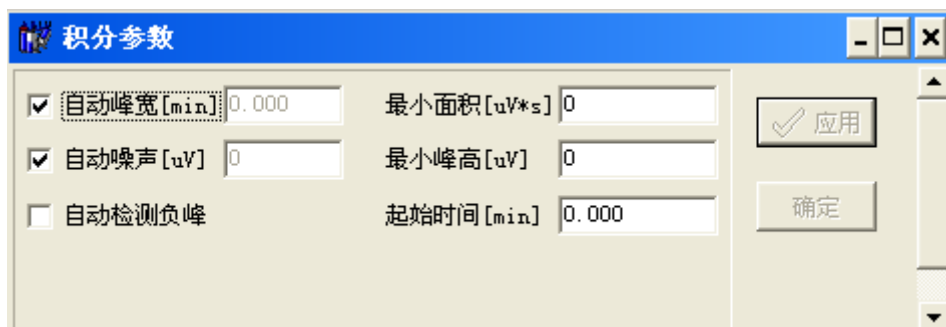

图 3-61
2. “积分参数”显示当前选中谱图的积分参数，可修改。如图 3-61 所示：